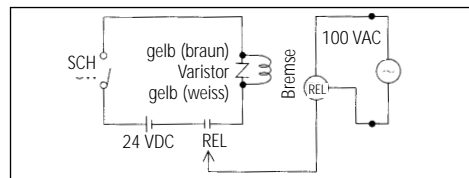

Abb. 4
- Gerät erst NACH ordnungsgemäsem elektrischem Anschluss der Bremse betreiben. Siehe Abb. 4. Die Bremse ist in nicht angesteuertem Zustand "verriegelt". Zur "Entriegelung" sind 24 VDC erforderlich. Siehe Abb. 4.